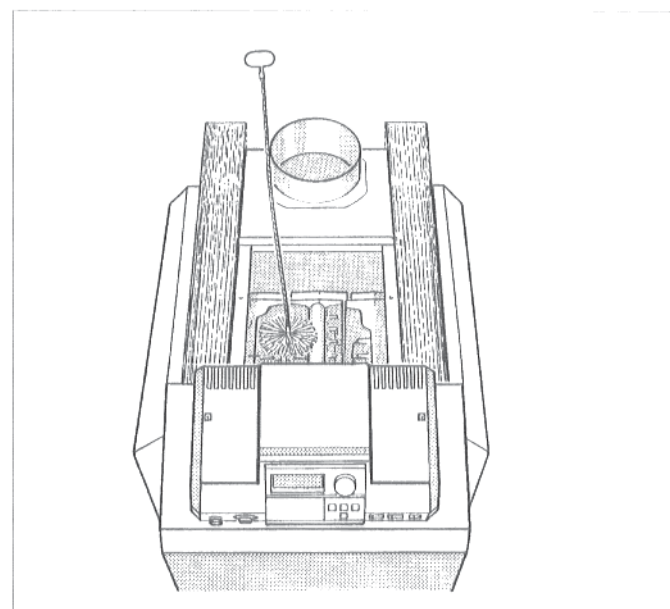

Рис. 44: очистка щетками
- Прочистить щеткой газоходы (рис. 44).
- В случае сильного образования корки, прочистить щеткой газоходы (рис. 44).